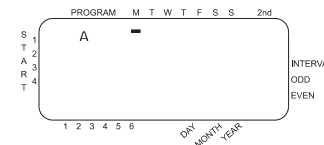

Figure 6: Affichage LCD avec jours d'arrosage
- Positionner le commutateur sur Jours de semaine en programme A. L'affichage indiquera un "A" et le curseur clignotera sous les jours de la semaine L, M, M, J, V, S, D (Lundi, Mardi, etc.) (voir Figure 6).